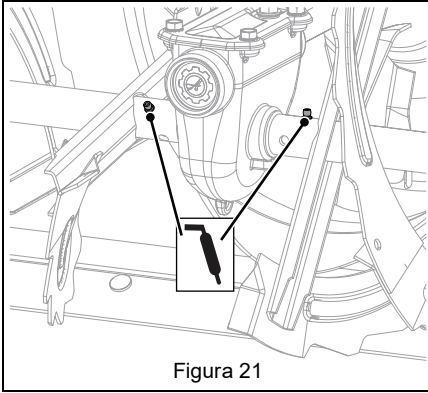

Figura 21
2. Aplique grasa en los puntos de engrase. Ver Figura 21.